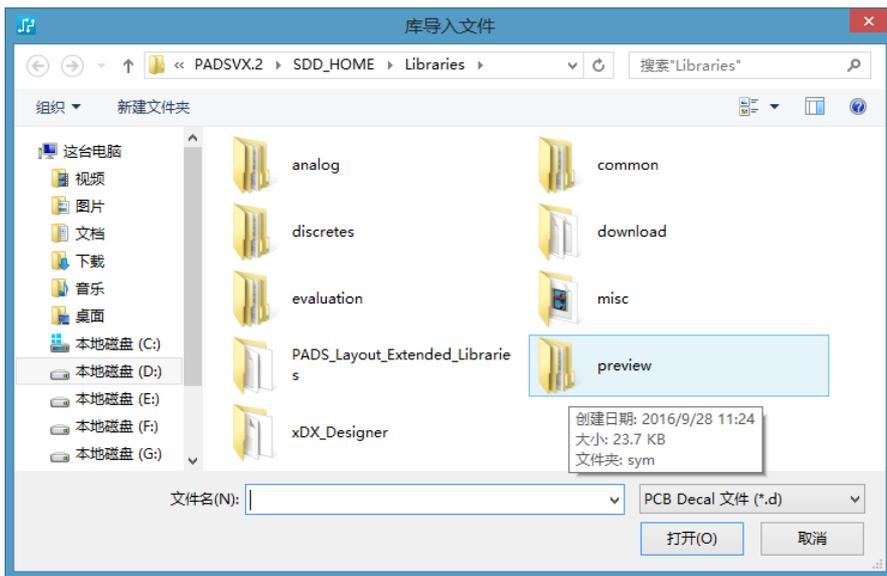

图 9-49 “库导入文件”对话框
(7) “导入”按钮 单击该按钮导入库文件。可以复制库文件补充到自己的库中。例如,可以将库文件存放到一个目录下,然后单击该按钮,则弹出如图9-49所示的“库导入文件”对话框,找到要导入的库文件存放的路径,单击“打开”按钮,完成导入操作,将库文件补充到自己的库清单中供使用。